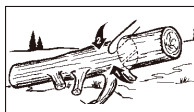

Fig. 13B
2. Tronco apoyado en 1 extremo: Primero, corte desde la parte inferior (división inferior) 1/3 de diámetro del tronco para evitar astillamiento. Segundo, corte desde arriba (división superior) para llegar al primer corte y evitar atascos (Fig. 13B).